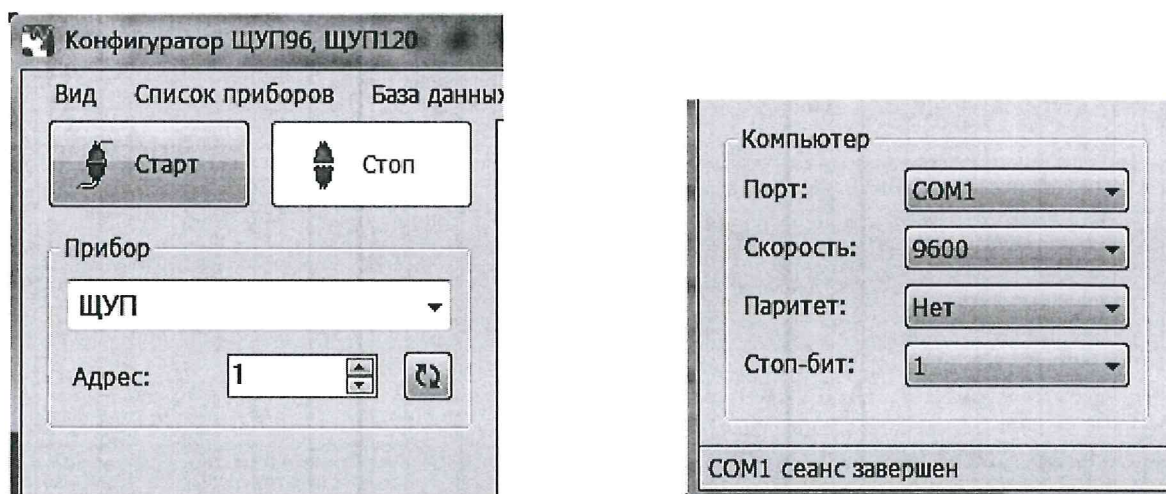

Рисунок 1 – Запуск программы конфигуратора
3.7.2 Для запуска программы конфигуратора необходимо выбрать тип изделия (например: ЩУП), адрес указателя (при первом запуске адрес по умолчанию - 1) и задать следующие параметры соединения (рисунок 1): порт связи; скорость обмена данными; паритет; количество стоп-бит; адрес указателя.